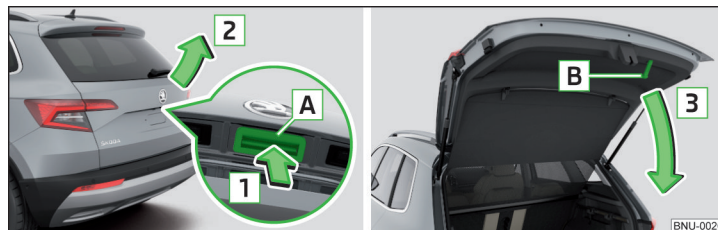

Fig. 49 Deschiderea/inchiderea capotei portbagajului
- ▶ Pentru **deschidere**, apăsați butonul **A** în sensul săgeții **1** » fig. 49.
Butonul **A** » fig. 49 se dezactivează la plecarea de pe loc respectiv de la o viteză mai mare de 5 km/h. După oprire și deschiderea unei portiere, butonul este activat din nou.